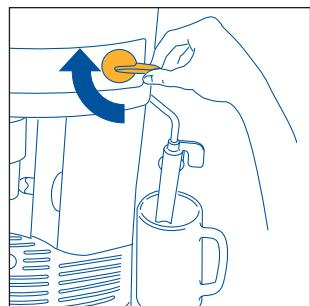
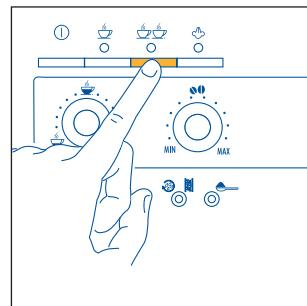
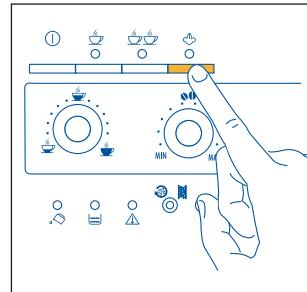
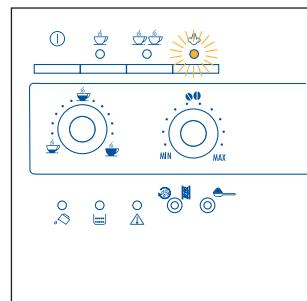

Рис. 6
Рис. 13
Рис. 21
Рис. 22
- Через несколько секунд из насадки для взбивания молока начнет вытекать вода. Когда чашка будет наполнена примерно 30 мл воды, поверните ручку подачи пара по часовой стрелке на половину оборота, рис. 6, до упора, так чтобы вода перестала течь.
- 5) Нажмите кнопку  рис. 12, если вы готовите 1 кофе или кнопку  рис. 13, если готовите 2 чашки кофе. После этого кофеварка помелит зерна кофе, выполнит короткую подачу кофе, паузу и полностью выпьет кофе в чашку.
ПРИМЕЧАНИЕ 4: в то время, когда кофеварка готовит кофе, выливание может быть остановлено в любой момент нажатием кнопки  , рис. 12, или  рис. 13, нажатой ранее.
ПРИМЕЧАНИЕ 5: как только подача кофе закончится, если вы хотите увеличить количество кофе, достаточно удерживать кнопку  , рис. 12 или  рис. 13, нажатую ранее до получения требуемого количества (эта операция может быть проведена только в том случае, если выполняется в течение 3 секунд после завершения выливания кофе из носиков).
- Поверните регулятор подачи пара по часовой стрелке до упора, рис. 6, для того, чтобы прервать выход воды и переведите насадку для взбивания молока в первоначальное положение, направив с центр кофеварки. (Рекомендуется не выливать горячую воду больше, чем 2 минуты подряд).
- Нажмите кнопку подачи пара , рис. 21. Индикатор  рис. 22, начнет мигать, указывая, что кофеварка разогревается.
- После достижения требуемой температуры прервите подачу пара, повернув регулятор подачи пара по часовой стрелке до упора, рис. 6 и нажмите кнопку подачи пара , рис. 21 для отключения пара.
ПРИМЕЧАНИЕ 1: сразу же после приготовления капуччино и после отключения функции пара , рис. 21, если нажать кнопку , рис. 12 или  рис. 13 для приготовления новых порций кофе, кофеварка имеет слишком высокую температуру для приготовления кофе (зеленые индикаторы  и  мигают, указывая неподходящую температуру), необходимо подождать несколько минут, чтобы она немного остыла.